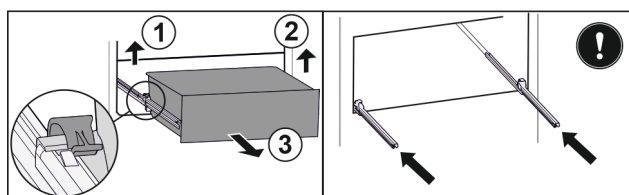

Fig. 169
- Linke Klemme anheben und gleichzeitig Schubfach links nach vorne ziehen. Fig. 169 (1)
- Rechte Klemme anheben und gleichzeitig Schubfach rechts nach vorne ziehen. Fig. 169 (2)
- Schubfach nach vorne entnehmen. Fig. 169 (3)